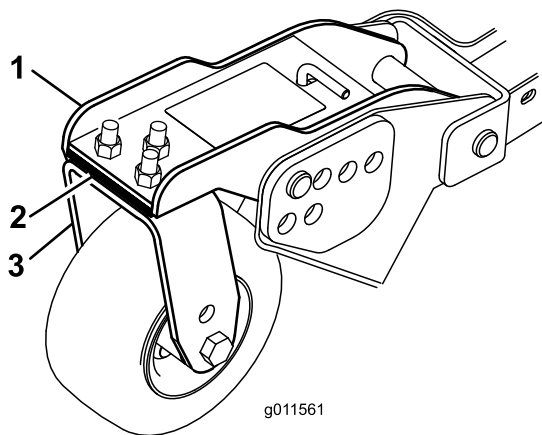

Figura 123
1. Rimuovete le viti a testa cilindrica e i dadi che fissano il braccio orientabile alla forcella orientabile (Figura 123).